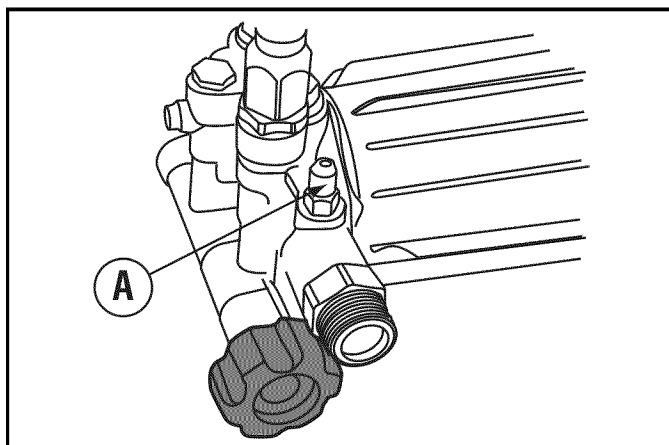

Figure 4-8. Emplacement du tube de siphonnement
8. Attachez le tube de siphonnement à l'emplacement A (Figure 4-8).